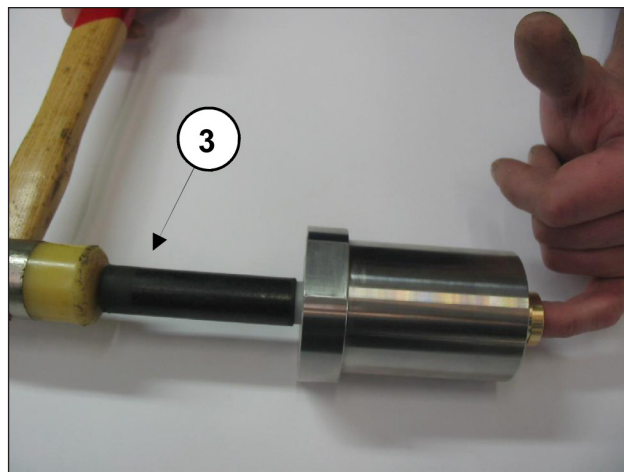
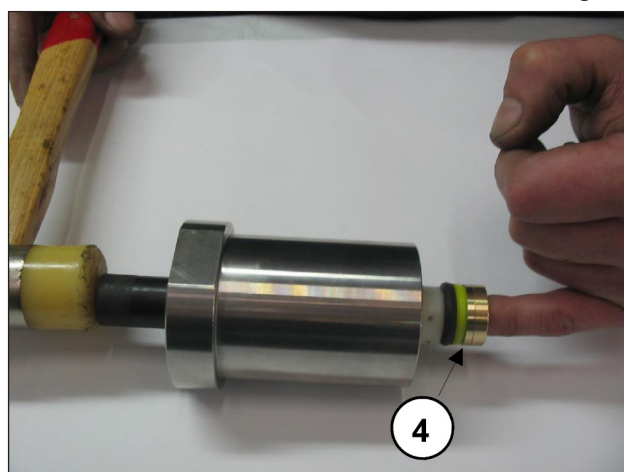

Fig. 34
Fig. 35
- Con la camicia separata dal supporto tenute e con una apposita spina in materiale plastico ③ come indicato in Fig. 34 fare fuoriuscire il pacco HP (alta pressione) ④ operando come in Fig. 35.